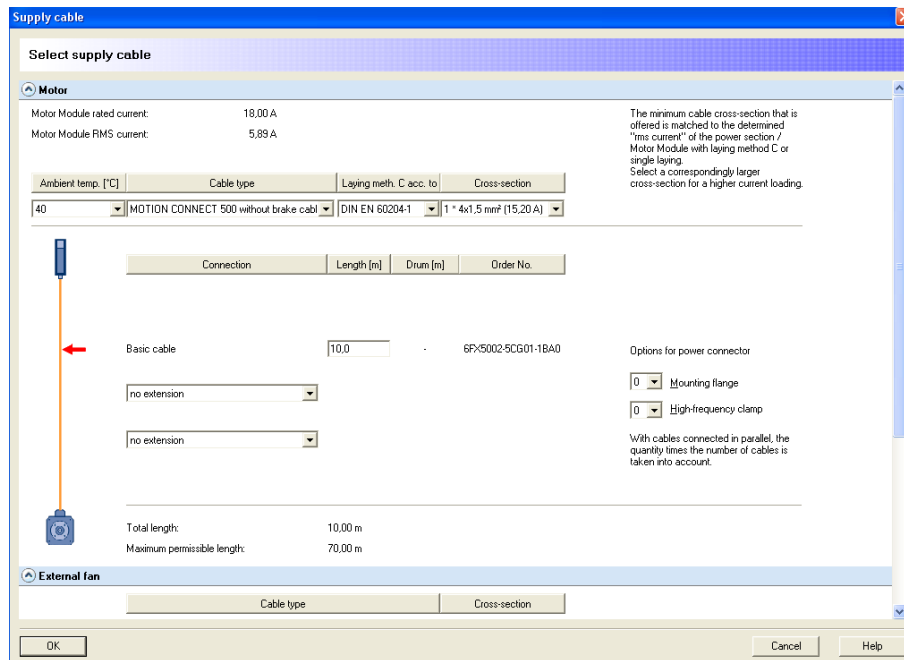

Figura 3.2.58 “Select supply cable”
- *Supply cable*: al pulsar sobre su icono se abrirá la ventana mostrada en la figura 3.2.58, en donde se ha configurado el cable de alimentación.